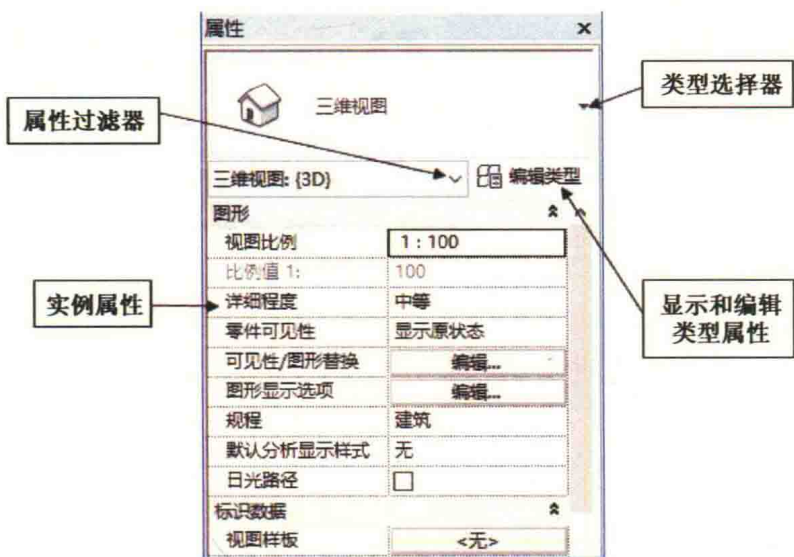

图 0-7
(7) 属性对话框:Revit 默认将“属性”对话框显示在界面左侧。通过“属性”对话框,可以查看和修改用来定义图元属性的参数,如图 0-7 所示。
② 属性过滤器:用来标识所选多个图元的类别和数量。
③ 实例属性:标识项目当前视图属性,或标识所选图元的实例参数,可以修改实例属性。
④ 显示类型属性:选择图元之后,单击“编辑类型”按钮(图 0-7),系统弹出“类型属性